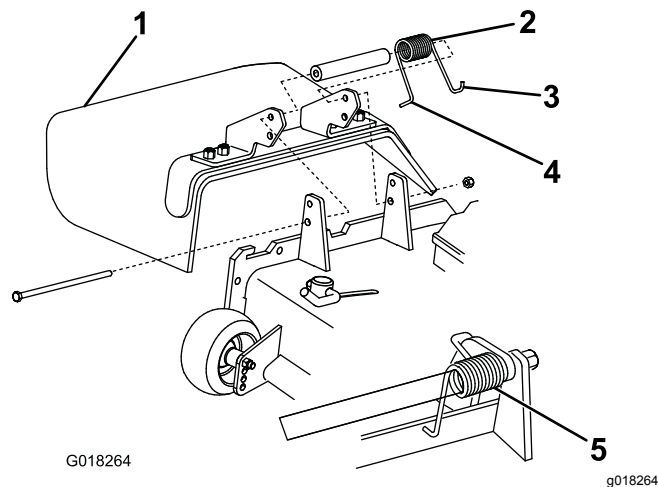

図 3
3. スプリングの右側の J-フックの端部をデフレクタに引っ掛ける 図 3。